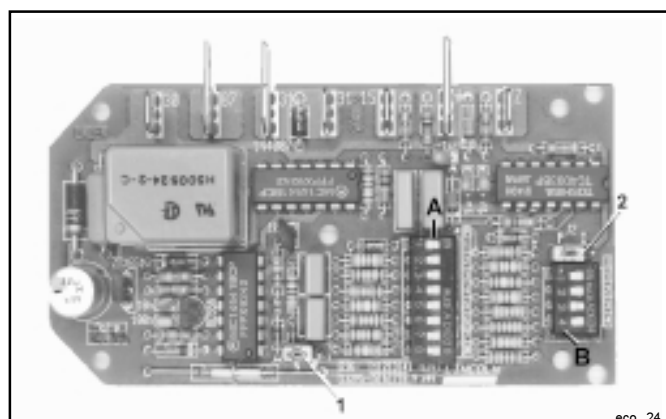

Abb. 7 - Steuerplatine 236-13295-1 bis 236-1295-9
- Die Steuerplatine(neue Version) ist um zwei Einstellmöglichkeiten (Jumper 1 und 2, Abb. 7) erweitert worden.